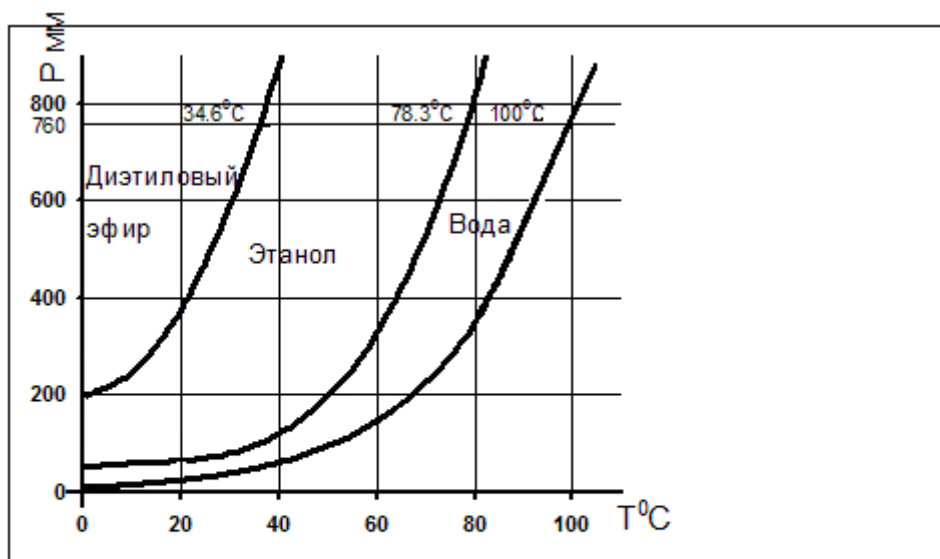

Рис.1. Зависимость равновесного давления паров воды, этанола, диэтилового эфира от температуры
Их называют азеотропами. Примером является спирт-ректификат-этиловый спирт имеющий температуру кипения  $73,15^{\circ}\text{C}$  (т.кип. чистого спирта  $78,3^{\circ}\text{C}$ ). Величина давления пара зависит от температуры и от природы перегоняемой жидкости. С повышением температуры давление пара растёт. На рис.1 приведен график зависимости равновесного давления пара от температуры для некоторых веществ. По нему можно определить температуру кипения вещества при различных давлениях. Для этого от точки ординаты, соответствующей определенному значению давления, проводят горизонтальную линию. Пересечение этой линии с кривой давления пара соответствует температуре кипения вещества. Так, если на этом графике провести горизонтальные линии от точек, соответствующих давлениям 760 и 200мм рт.ст., то температура кипения диэтилового эфира, этилового спирта и воды при этих давлениях окажутся равными  $36^{\circ}\text{C}$  и  $0^{\circ}\text{C}$ ,  $78^{\circ}\text{C}$  и  $50^{\circ}\text{C}$ ,  $100^{\circ}\text{C}$  и  $66^{\circ}\text{C}$ , соответственно. Эти данные свидетельствуют о том, что при понижении давления температуры кипения вещества понижаются. Экспериментально установлено, что при понижении давления вдвое температура кипения понижается на  $15^{\circ}\text{C}$ .
2. Собирают прибор (рис.1) в следующей последовательности: а) верхнюю часть перегонной колбы закрепляют на штативе двухлепесковой лапкой; б) холодильник закрепляют за середину на штативе трёхлепесковой лапкой; в) холодильник при помощи алонжа соединяют с приёмником (для уменьшения потерь вещества за счёт испарения дистиллята). В качестве приёмников используют плоскодонные или круглодонные колбы.